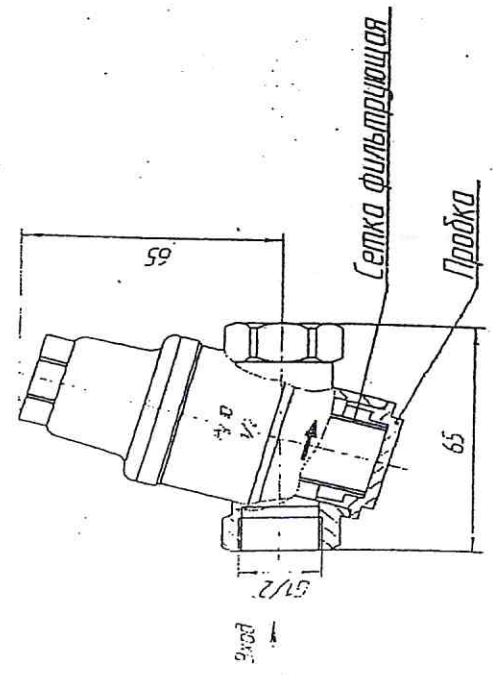

Рисунок 1
- 2.10 Габариты и присоединительные размеры приведены на рис. 1.